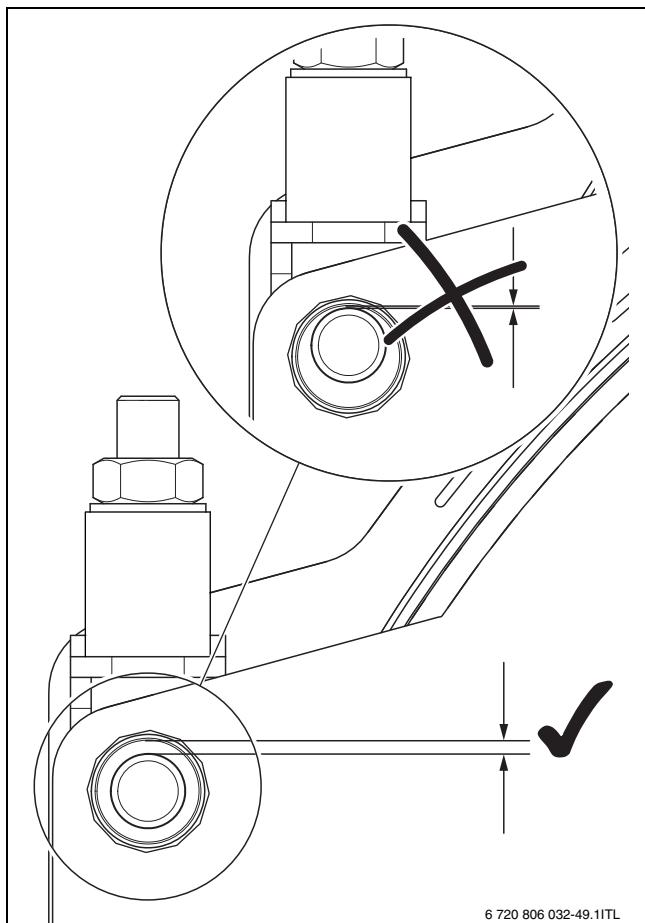

Рис. 19 Положение двери горелки и оси шарнира
- Левая сторона: опустите шарниры, отвернув гайку [2] на 2 - 3 оборота. Дверь больше не может лежать на осях шарнира двери [4] (→ рис. 19). Правая сторона: поверните стопорную гайку [3] на 2 - 3 оборота в направлении двери горелки. Таким образом дверь сдвигается от котла. Между дверью горелки и котлом должен быть зазор не менее 5 мм, чтобы не повредились уплотнения.